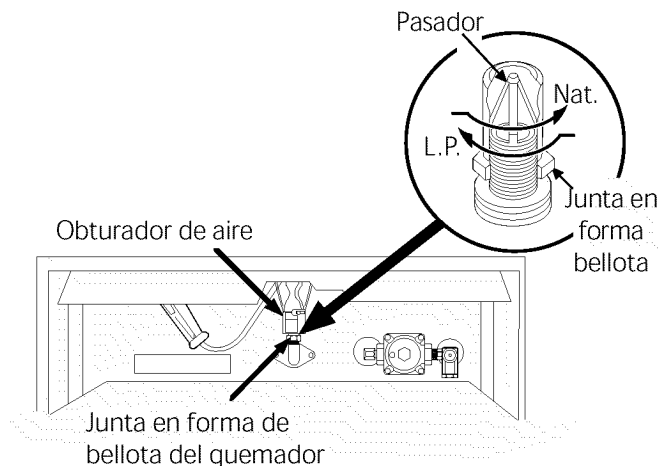

Figura 12
B. Ajuste del orificio del quemador del horno (vea figura 12)
Usando una llave de ½", giro hacia abajo la junta en forma de bellota ajustable que inyecta gas al quemador del horno. Gire esta junta en forma de bellota hasta que ajuste contra el pasador medidor de LP. Esto será aproximadamente 2 ½ vueltas. No lo apriete demasiado (vea figura 12).